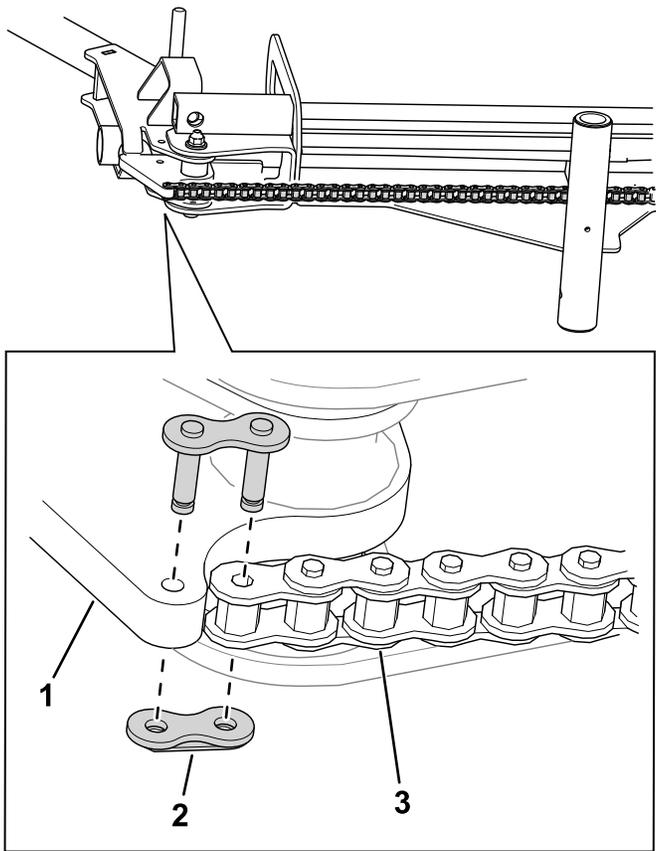

Figura 7
9. Use um elo de corrente para ligar a corrente ao conjunto do carril (**Figura 7**).